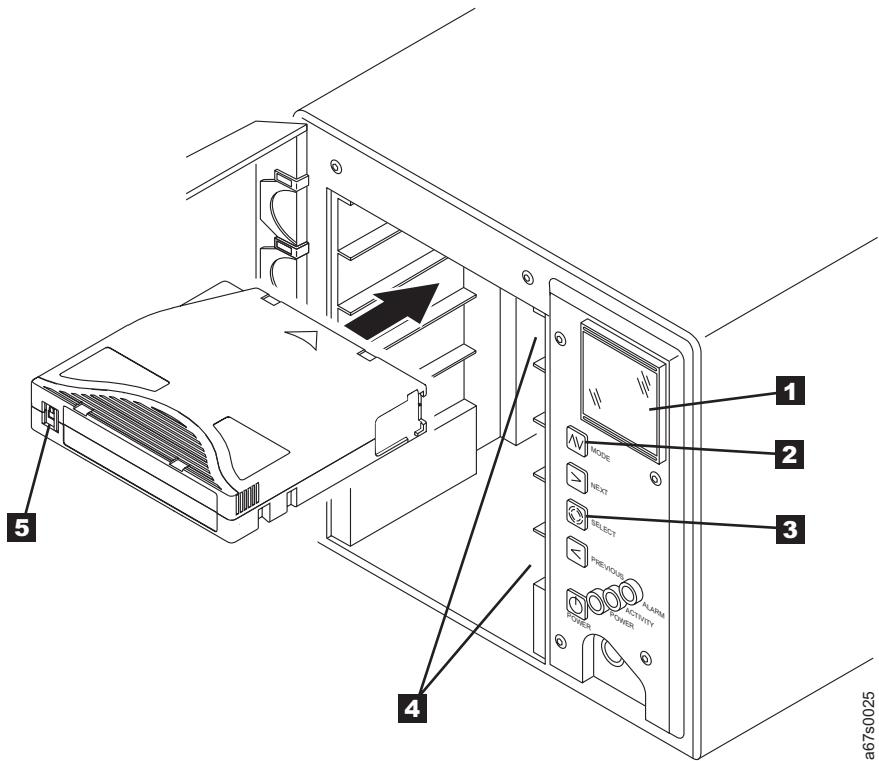

Abbildung 11. Kassette in Bandkassetten-Autoloader IBM 3581 einlegen
4. Achten Sie darauf, dass der Schreibschutzschalter (siehe **5** in Abb. 11 auf Seite 28) korrekt gesetzt ist (siehe „Schreibschutzschalter einstellen“ auf Seite 41).
5. Fassen Sie die Kassette so an, dass sich der Schreibschutzschalter an der Ihnen zugewandten Seite befindet (siehe **5** in Abb. 11 auf Seite 28).